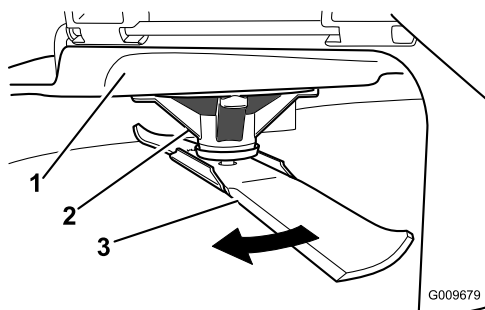

Figura 43
2. Usando luvas almofadadas ou outra proteção adequada para as mãos, rode lentamente lâmina a medir para uma posição que permita uma medição efetiva da distância entre a extremidade de corte e a superfície nivelada onde a máquina está (Figura 43).